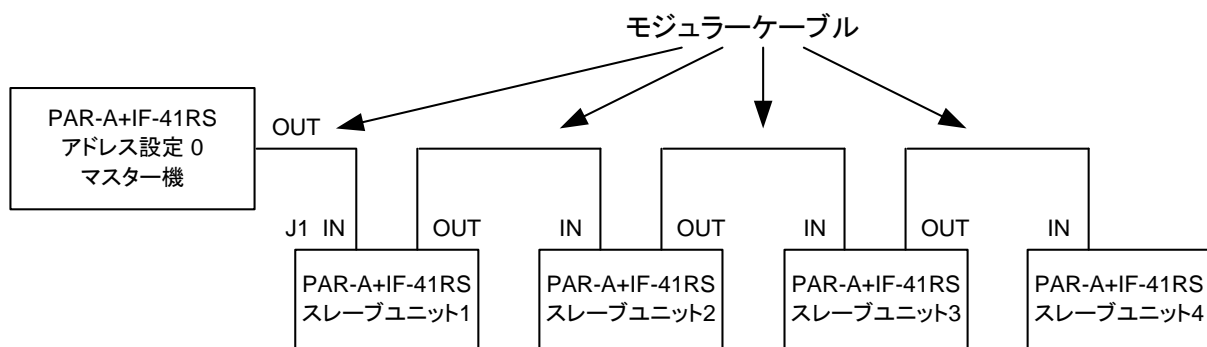

Fig.13 IF-41RS を使用したマスターオペレーション
- ・ IF-41RS を搭載した PAR-A 電源をアドレス 0 に設定し、マスター機として Fig.13 のようにモジュラーケーブルによって接続すれば、マスター機への操作と同じ内容を 4 台のスレーブ機に反映させることができます。スレーブ機に反映できる設定は以下の項目になります。
- ① プリセット 1~4 の選択
- ② MAIN OUTPUT KEY の ON/OFF
- ③ OUTPUT SELECT KEY の設定
- ④ 電圧・電流設定値
- ① マスターオペレーション動作を開始したら PRESET KEY はいっさい押さずに電圧・電流設定値の変更は設定用ロータリーエンコーダのみでおこなってください。
- ② あらかじめマスター機、スレーブ機のプリセットに電圧・電流値を設定しておき、電圧電流値の設定は PRESET 1~4 KEY の選択のみでおこなってください。